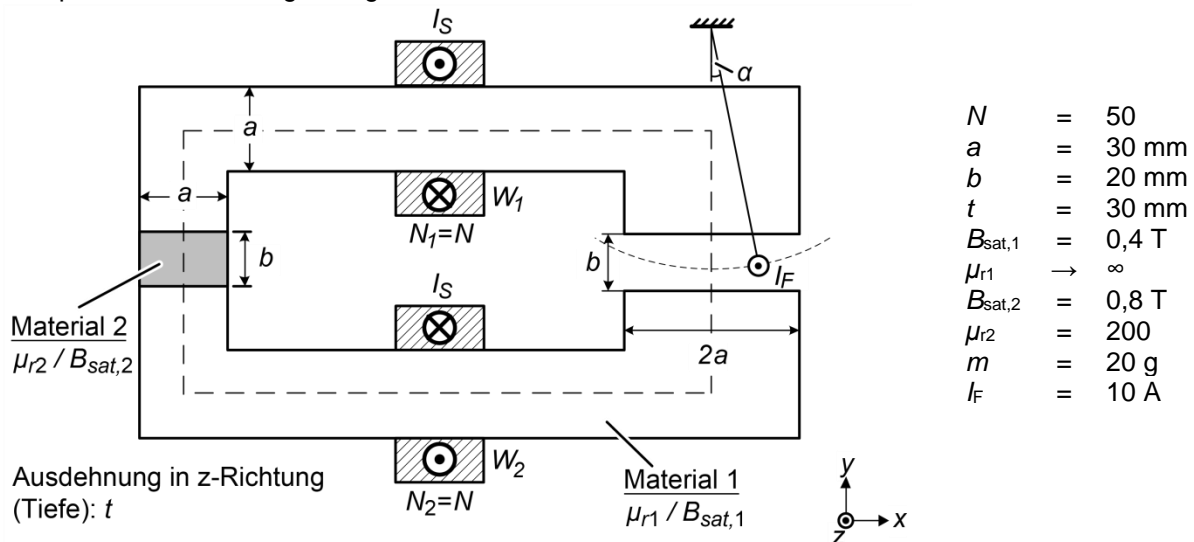

Fig. 4.1: Aufbau des zu berechnenden magnetischen Kreises.
Zwei in Serie geschaltete Wicklungen mit gleicher Windungszahl N sind um den in **Fig. 4.1** dargestellten magnetischen Kern angeordnet und werden vom Strom I_S durchflossen. Der Kern besteht aus zwei Materialien mit unterschiedlicher relativer Permeabilität μ_r sowie einem Luftspalt. Die magnetischen Materialien sind als linear anzunehmen, d. h. sie besitzen eine aussteuerungsunabhängig konstante Permeabilität. Die magnetische Flussdichte im Kern und Luftspalt kann als homogen angenommen werden.
- Zeichnen Sie ein Ersatzschaltbild mit magnetischen Widerständen (Reluktanzmodell) der Anordnung und berechnen Sie die darin vorkommenden magnetischen Widerstände. Verwenden Sie die Grössenangaben aus **Fig. 4.1**. Beachten Sie die Kerntiefe t . **(8 Pkt.)**
- Berechnen Sie den maximal zulässigen Strom I_S , ab welchem Sättigung im Kern auftritt. Die Sättigungsflussdichten B_{sat} der beiden Materialien entnehmen Sie aus **Fig. 4.1**. Wie gross ist dann die Flussdichte B_{Luft} im Luftspalt? **(6 Pkt.)**
- Im Luftspalt mit Flussdichte B_{Luft} befindet sich nun an einem ideal flexiblen massenlosen Faden hängend ein Leiter mit Masse $m = 20 \text{ g}$ und Strom $I_F = 10 \text{ A}$. Die Situation ist in **Fig. 4.1** dargestellt. Berechnen Sie den Betrag und die Richtung der Lorentzkraft F_L , welche auf den Leiter im Luftspalt wirkt. Welcher Winkel α stellt sich unter Berücksichtigung der Gewichtskraft ein? Die resultierende Kraftrichtung und die Richtung des Fadens müssen gleich sein. **(6 Pkt.)**